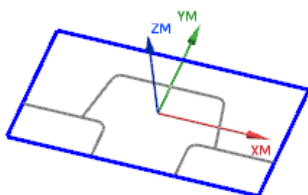

图 16.8 选取曲线
Step2. 在 **模式** 下拉列表中选择 **曲线/边...** 选项, 系统弹出“创建边界”对话框。按顺序依次选取图 16.8 所示的曲线 (顺时针或逆时针), 在 **刀具位置** 下拉列表中选择 **对中** 选项, 单击 **创建下一个边界** 按钮, 在“创建边界”对话框中单击 **确定** 按钮, 同时系统返回到“边界几何体”对话框, 单击 **确定** 按钮。